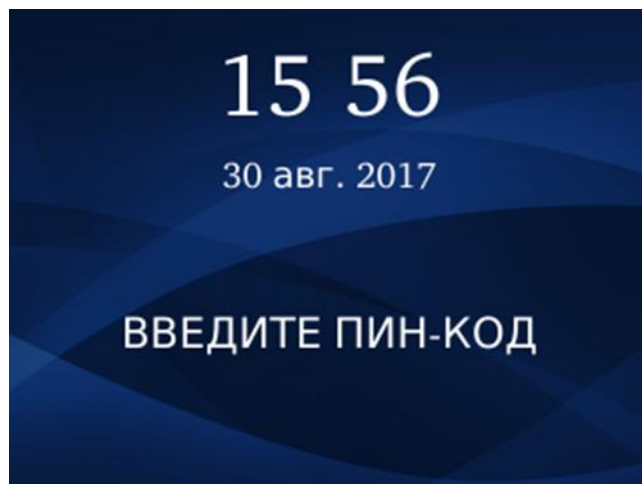

Рисунок 25 – Экран терминала в режиме «Пин+ладонь»
- **Пин + ладонь** (см. рисунок 25)